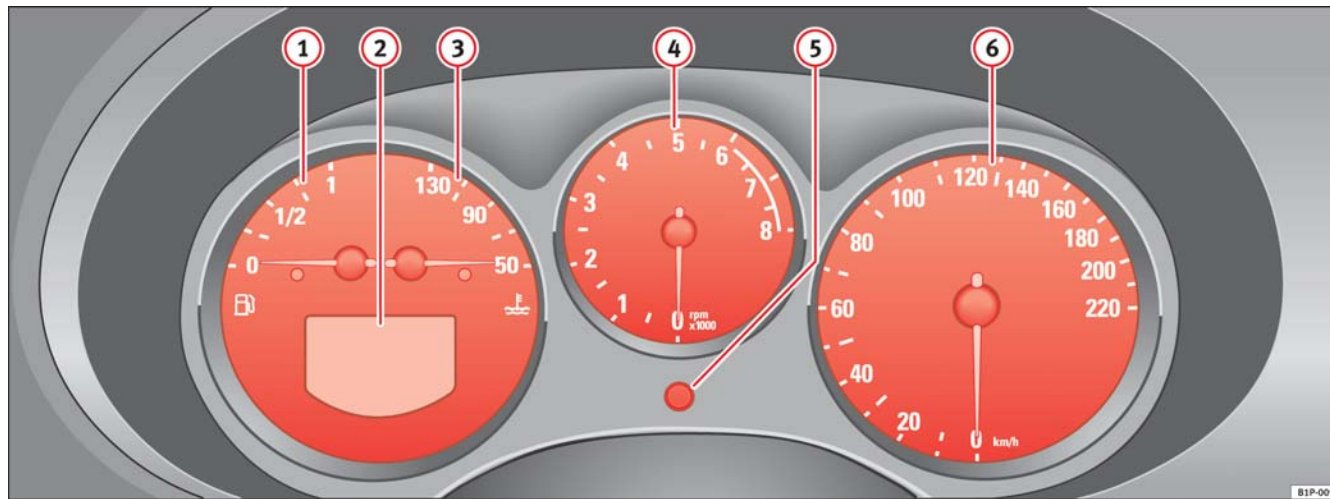

Fig. 32 Detalle del tablero de instrumentos: cuadro de instrumentos
El principio de la zona roja ⇒ **página 59, fig. 32**  indica el régimen máximo de revoluciones del motor funcionando a temperatura de servicio. Antes de alcanzar dicha zona se debe cambiar a una marcha más larga, colocar la palanca selectora en D o levantar el pie del acelerador.
- Para ajustar las horas, gire el botón ⇒ **página 59, fig. 32**  hacia la izquierda hasta el tope. Si gira el botón brevemente hacia la izquierda, se avanza una hora.
El contador derecho registra los recorridos cortos. La última posición indica tramos de 100 m. El contador para recorridos cortos puede ponerse a cero presionando el botón de puesta a cero ⇒ página 59, fig. 32 ⑤.